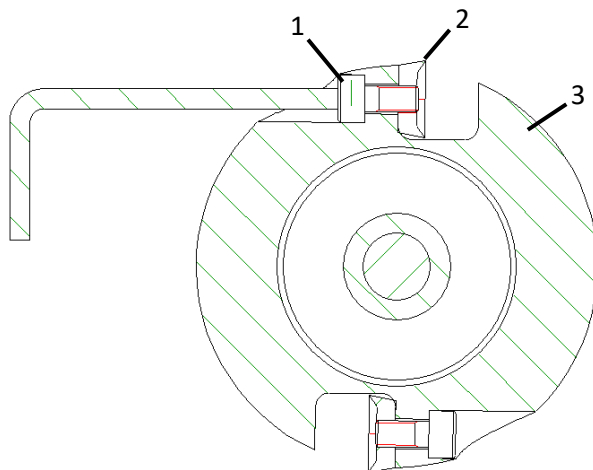

Fig. 3: Cambio dei coltelli
- Allentare le viti dei coltelli (1- Fig. 3) sulla testa della fresatrice (3- Fig. 3) con una chiave a brugola da 3 mm.
- Cambiare i coltelli circolari (2- Fig. 3) o girare i coltelli circolari di 180°.